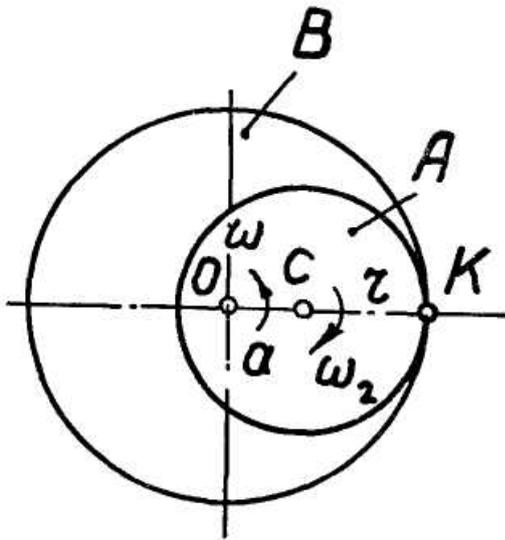

Рис. 1.
На чесальных и ленточных машинах лента укладывается в таз по гипоциклоиде, при этом обеспечивается достаточно плотная укладка ленты и свободное (без перепутывания) извлечение ее из таза. Лентоукладчик имеет верхнюю тарелку *A* (рис. 1) и нижнюю *B* (подтазник). Канал (точка *K*) в верхней тарелке, через который выпускается лента в таз, вращается по часовой стрелке с постоянной угловой скоростью ω_2 и отстоит от оси *C* тарелки на расстоянии *r*. Таз, стоящий на нижней тарелке, вращается против часовой стрелки с постоянной угловой скоростью ω_1 . Ось верхней тарелки смещена относительно оси *O* таза на расстояние *a*. Такое относительное движение и расположение таза и верхней тарелки обуславливают вышеуказанную укладку ленты.
- d_o — диаметр канала (рис. 1) в центре таза, не заполненного лентой. Этот канал образуется лентой вследствие укладки ее витками с диаметром большим, чем радиус таза, т. е. $2r > 0,5d$. При такой укладке ленты достигается связь не только между соседними витками, но и с витками, лежащими с противоположной стороны, и тем самым обуславливается свободное извлечение ее из таза. Обычно принимают $d_o = 80$ мм,